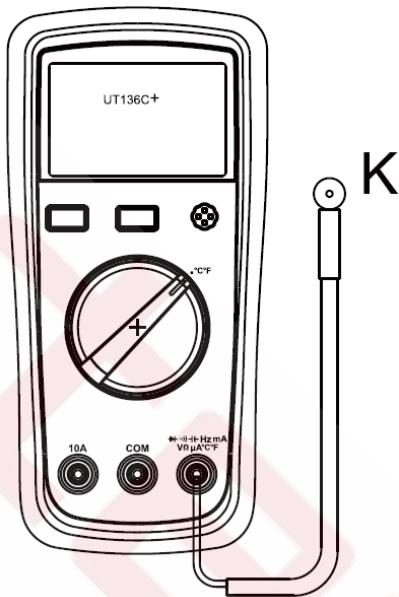

Рисунок 6
9.8. Измерение температуры (доступно только в модели UT136C+) (см. рисунок 6)